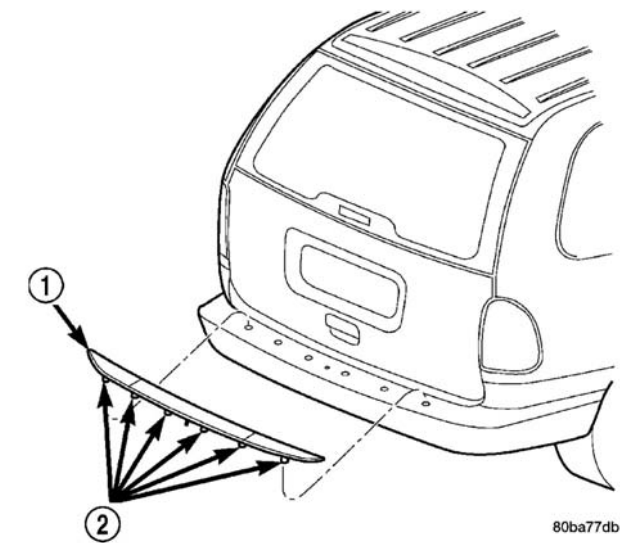

图 5 防划伤镶条
- (1) 拆卸后保险杠面板。（参见 13—车架与保险杠/保险杠/后保险杠面板—拆卸）
- (2) 使用内饰撬杆，撬起防划伤镶条后缘，同时从面板底下挤出后锁片，从后保险杠面板松开防划伤镶条后缘。向上拉起防划伤镶条，挤压剩余的锁片，松开防划伤镶条的其余部分（图 5）。
- (3) 使用内饰撬杆，撬起防划伤镶条后缘，从后保险杠面板松开锁片，并向上拉起防划伤镶条，松开朝前的锁片（图 5）。
- (1) 请确定面板上有 15 个槽口。
- (2) 将防划伤镶条放置到位（图 5）。
- (3) 对准并插入中间朝前的锁片。
- (4) 对准其余锁片，并将其压入槽口，从中间开始，逐步向外。
- (5) 确保所有锁片都完全与面板结合。